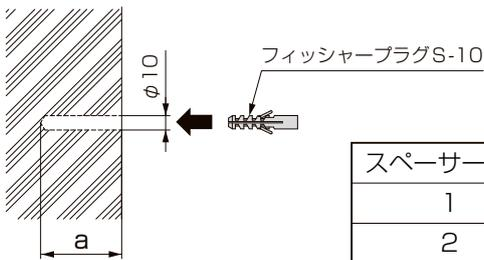

図5-4
- ① 壁付調整スペーサーの取付け数量にしたがい、壁にφ10、深さaの下穴をあけて、フィッシャープラグを挿入してください。(図5-4、図5-5参照)
- ② 壁面と壁付調整アタッチメントの間に壁付調整スペーサーを挟み込み、フィッシャープラグに仮止めしてください。
- ③ 壁付調整手すりビームの取付けを参照して壁付調整ブラケットおよび手すりビームを取付けてください。